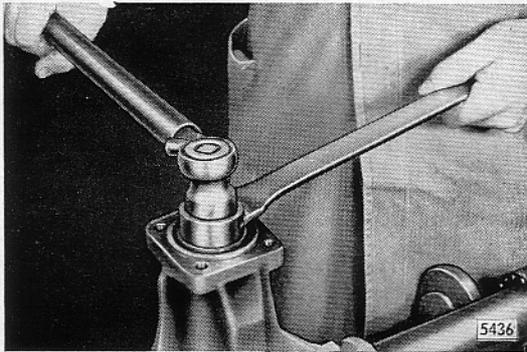

Bild B 37 - Lagerspiel des Antriebskegelrades durch Anziehen der Sechskantmutter beseitigen
3. Kegellagervorspannung einstellen. Dabei Sechskantmutter unter Gegenhalten der Mitnehmerhülse auf dem Antriebskegelrad mit Halteschlüssel S-1288 vorsichtig so weit festziehen (Bild B 37), **bis gerade kein spürbares Lagerspiel mehr vorhanden ist. Halteschlüssel mehrmals absetzen und Spiel prüfen.**